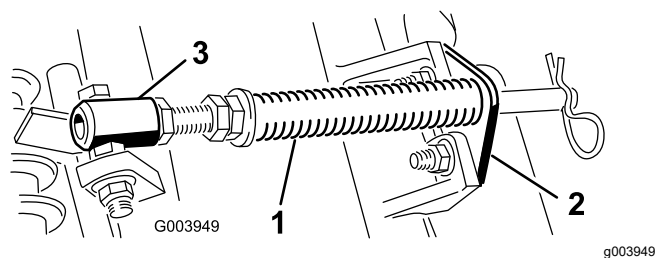

図 4
1. カッティングユニットのタブにロッドブラケットを固定しているキャリッジボルト2本を外す **図 4**。
2. スプリングチューブボルトをキャリアフレームのタブに固定しているフランジナットを外して **図 4** アセンブリを取り外す。
注 ボルトは、**図 4** に示すように、頭部が外側にくるように取り付ける。